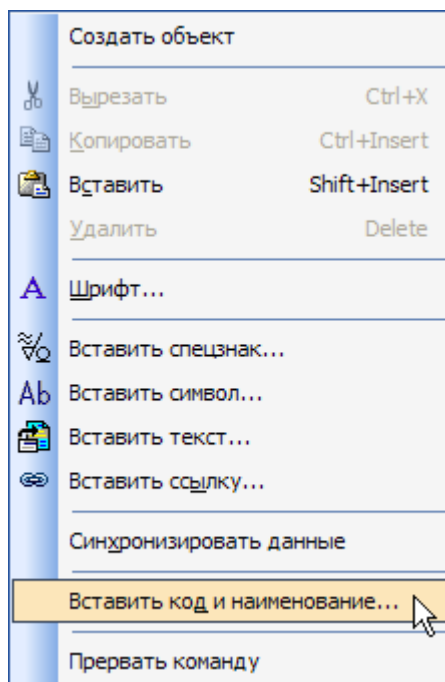

Рисунок 16.
- Выполните из контекстного меню команду Вставить код и наименование (рис. 16).